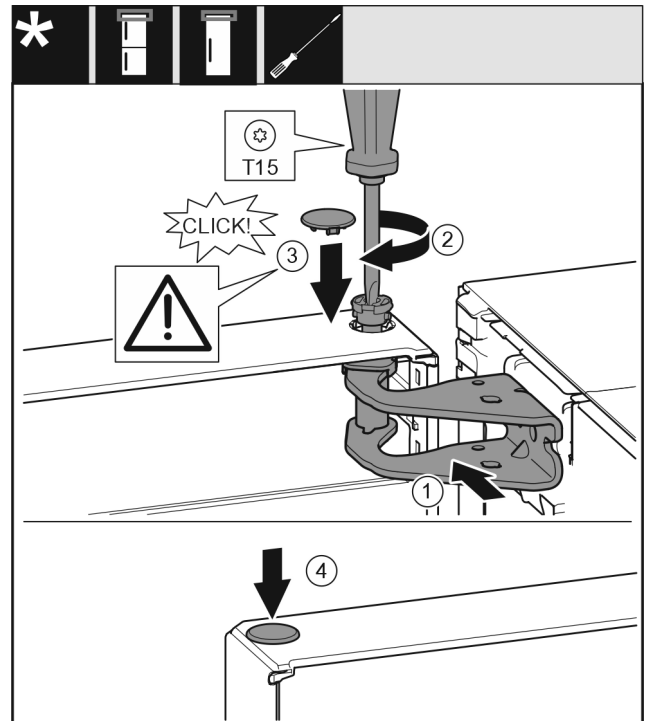

Fig. 15
- ▶ Igazítsa be az ajtót felül a csapágybak nyílásához. Fig. 15 (1)
- ▶ Helyezze be a csapot, és húzza meg a T15 csavarhúzóval. Fig. 15 (2)
- ▶ Szerelje fel az ajtót biztosító biztonsági fedelet: Helyezze be a biztonsági fedelet, és ellenőrizze, hogy felfekszik-e az ajtóra. Egyébként teljesen helyezze be a csapszeget. Fig. 15 (3)
- ▶ Helyezze be a dugót. Fig. 15 (4)